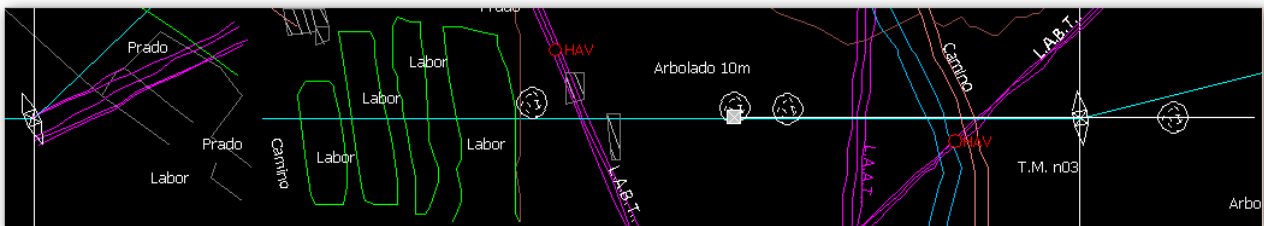

Figura 5.87. Representación de la planta
- **Visualización de la planta**, al poner cada apoyo el programa dibujará (Figura 5.87) en azul la situación del apoyo representándolo con un cuadro azul con dos líneas cruzadas que señalan al cortarse el eje del apoyo. Así mismo se observa la línea azul que une los apoyos representados.